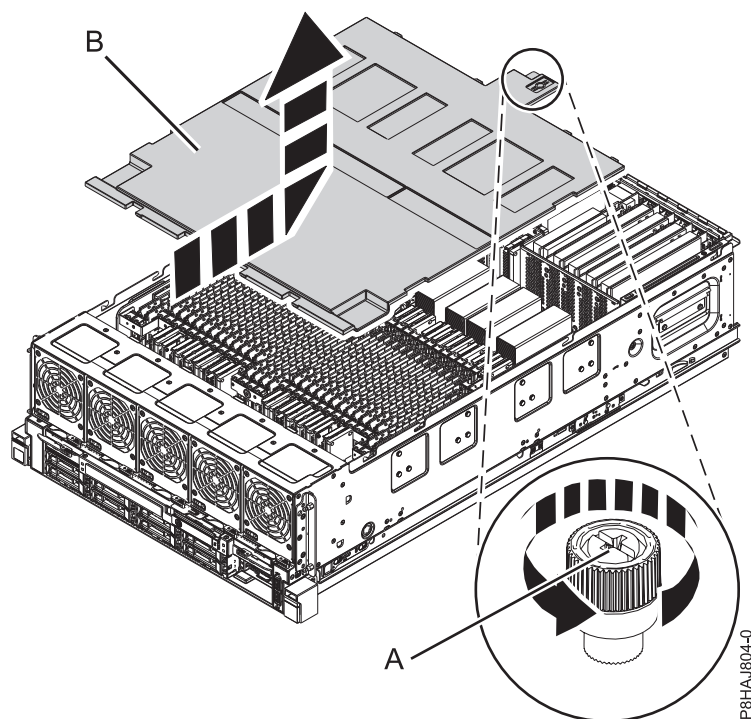

Figura 12. Extracció de la coberta de seguretat
2. Afluïxau el cargol de mà (A) que hi ha a la part posterior de la coberta fent-lo girar en la direcció que es mostra a la Figura 12 a la pàgina 33.
3. Desplaceu la coberta de seguretat (B) cap a la part posterior del sistema. Quan la part frontal de la coberta deixi al descobert la lleixa del marc superior, aixiqueu la coberta fins treure-la del sistema.